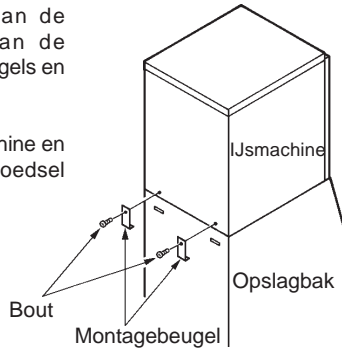

Fig. 4
- 4) Bevestig de ijsmachine aan de opslagbak met behulp van de bijgeleverde twee montagebeugels en twee bouten: zie Fig.4.